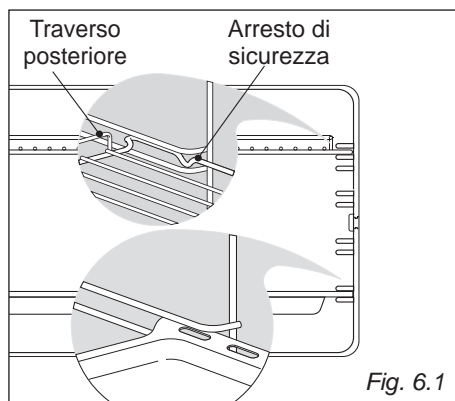

Fig. 6.1
- Infilare in mezzo alle guide dei telai laterali la leccarda e la griglia come in (fig. 6.1).